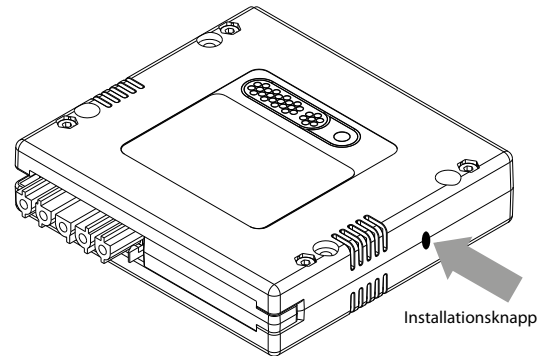

Bild 3
- Att det är möjligt att nå installationsknappen (se bild 3) då du flyttar spisen.